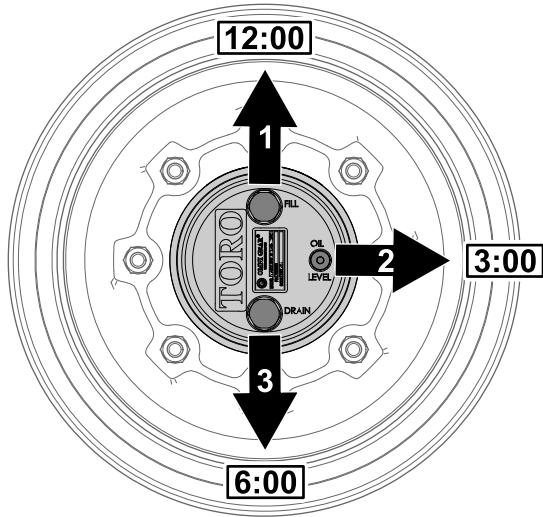

Bild 98
1. Parken Sie die Maschine auf einer ebenen Fläche und positionieren Sie das Rad so, dass die Füllschraube auf 12 Uhr, die Prüfschraube auf 3 Uhr und die Ablassschraube auf 6 Uhr steht (Bild 98).
2. Entfernen Sie die Prüfschraube, die auf 3 Uhr steht (Bild 98).
1. Parken Sie die Maschine auf einer ebenen Fläche und positionieren Sie das Rad so, dass die Füllschraube auf 12 Uhr, die Prüfschraube auf 3 Uhr und die Ablassschraube auf 6 Uhr steht, siehe Bild 98 in Prüfen des Ölstands im Planetengetriebe \(Seite 70\).